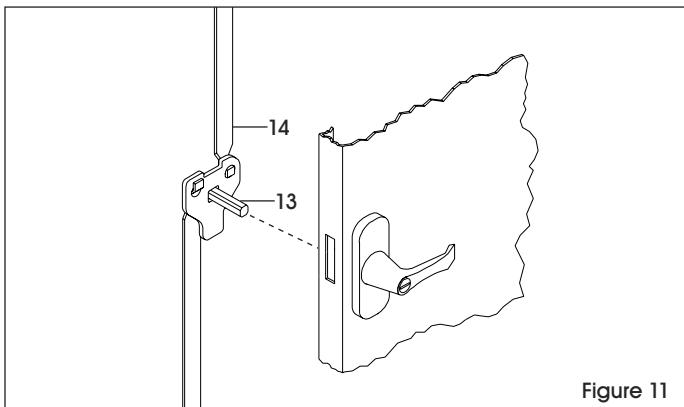

Figure 11
3. Avec la poignée toujours en position ouverte, accrochez les barres de verrouillage (14) à la came de verrouillage (13). (Voir Figure 11)